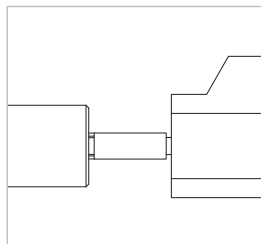

Figure 3
- ▶ Saisir la pièce d'essai et la placer dans l'axe en butée sur le connecteur (Figure 3).